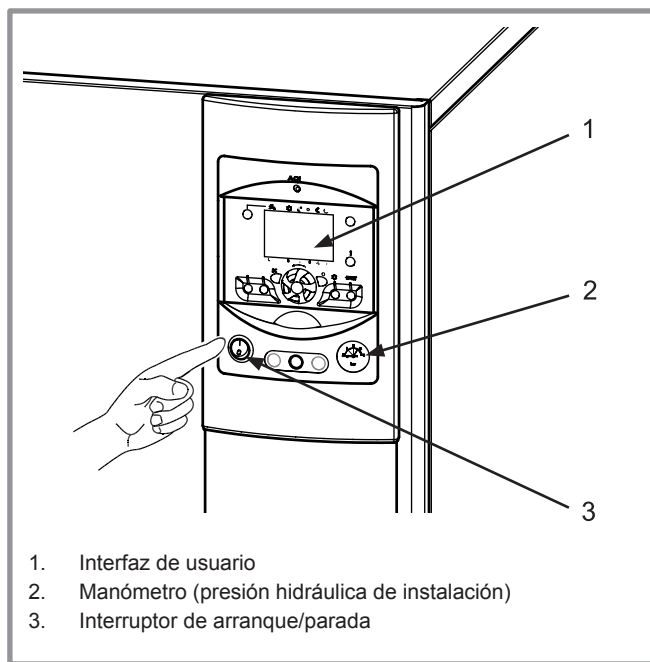

figura 5 - Puesta en marcha
- Asegurarse de que la instalación esté completamente llena de agua, que se haya purgado correctamente y que haya una presión suficiente de 1,5 a 2 bares en el manómetro (ver el punto 2 de la figura 5).